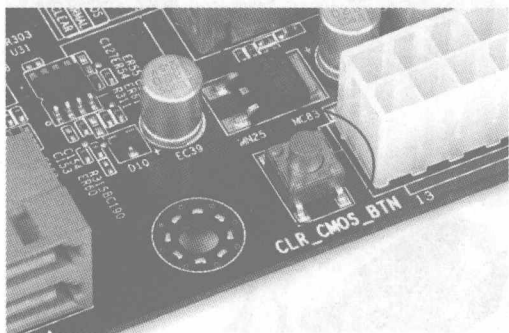

图 1-3 带有一键清除 CMOS 功能的主板
1) 通过清除 CMOS 检查故障是否消失,如图 1-3 所示。